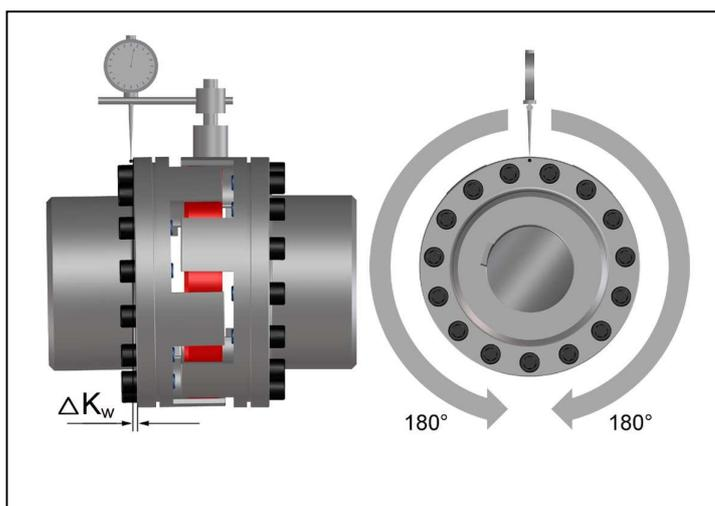

Bild 7
- Vermessen Sie eine ganze Umdrehung (360°) am äußeren Durchmesser. Ermitteln Sie dabei die größte Abweichung  $K_{w1}$  sowie die kleinste Abweichung  $K_{w2}$  (Bild 7). Berechnen Sie die Winkelverlagerung  $\Delta K_w = K_{w1} - K_{w2}$ .